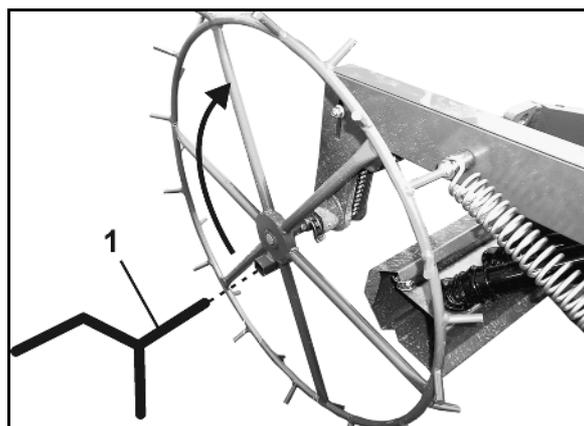

Fig. 39
7. En utilisant la manivelle, tournez la roue d'entraînement dans le sens de la flèche (Fig. 39) jusqu'à ce que le flux de semence qui s'écoule dans les augets d'étalonnage soit homogène.
9. Tournez la manivelle dans le sens de la flèche en effectuant le nombre de tour mentionné au tableau (Fig. 39).